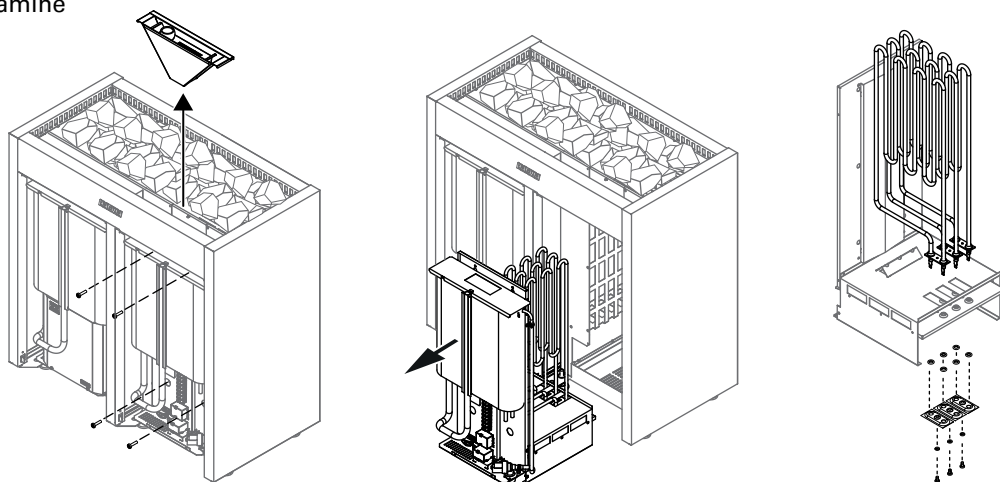

Рисунок 6.
Каменку подсоединяют к водопроводной сети с холодной водой с помощью гибкого соединительного шланга. Кроме того, линия подсоединения к воде должна быть оборудована запорным вентилем и обратным клапаном. См. рис. 6. Пол сауны или умывального помещения должен быть оборудован напольным колодцем на случай повреждения шлангов или их течи. Следуйте местным правилам по установке сантехоборудования.
- Каменка гибким проводом подсоединяется к соединительной коробке (рис. 6: 3) на стене сауны. Соединительная коробка должна быть брызгозащитной и находиться на расстоянии не выше 500 мм от пола.
- В качестве кабеля (рис. 6: 2) следует использовать резиновый кабель типа H07RN-F или подобный. **ВНИМАНИЕ! Использование кабеля с ПВХ-изоляцией запрещено вследствие его разрушения под воздействием тепла.**
См. рис. 6.